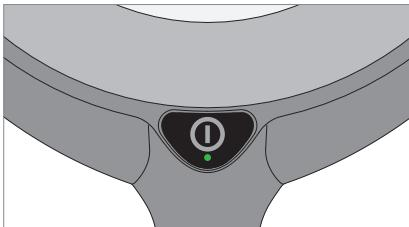

рис. 8: Кнопка .
- Нажмите кнопку, смотри рис. 8.
- Нажмите кнопку и удерживайте ее нажатой, смотри рис. 8.
- Нажмите кнопку быстро два раза подряд, смотри рис. 8.